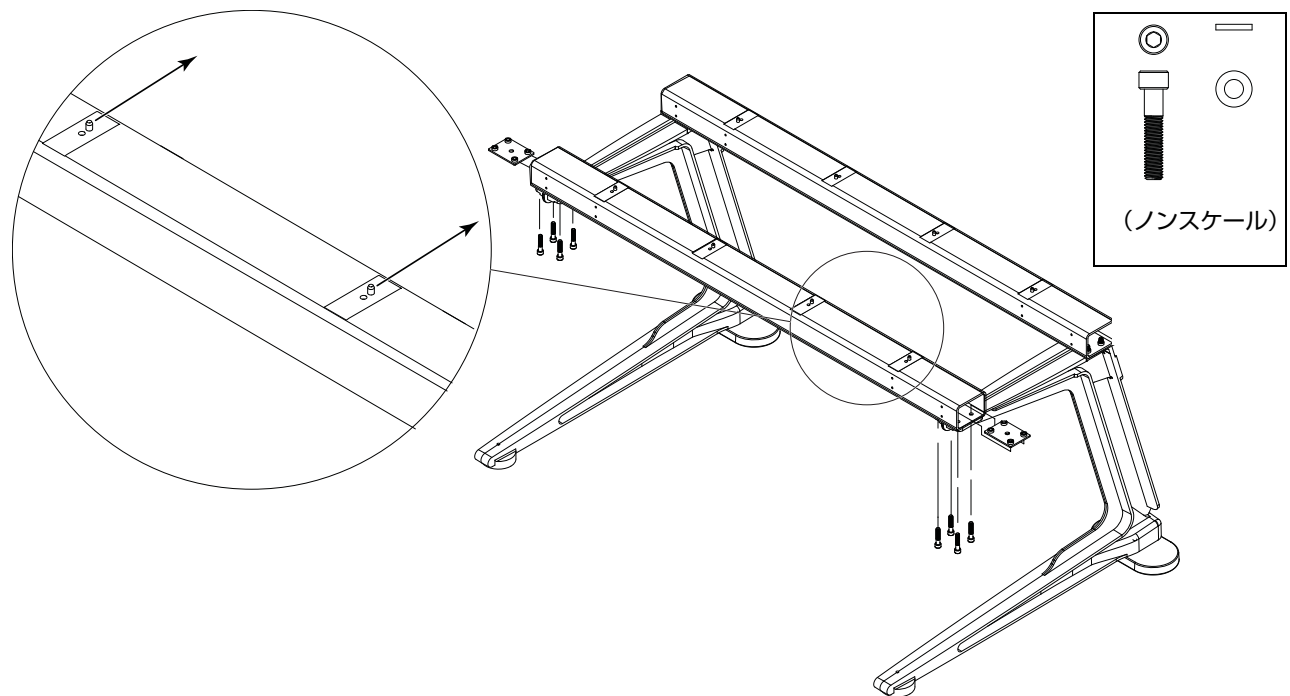

図 4. 前方の梁の上面にあるピンの方向
- 2 留め具とワッシャー（同梱）を4つずつ使い、2つの取り付け用プレートを使って、梁を脚部の前方を横切るように取り付けます（図4を参照）。留め具をきつく締めないでください。